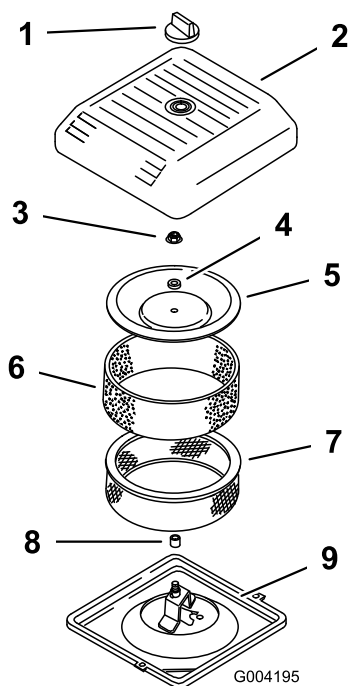

Figure 17
3. Dévissez le bouton et déposez le couvercle du filtre à air (Figure 17).
- Glissez délicatement le préfiltre en mousse hors de l'élément en papier (Figure 17).
- Dévissez l'écrou du couvercle et enlevez le couvercle, l'entretoise et l'élément en papier (Figure 17).
- Posez l'ensemble filtre à air sur sa base (Figure 17).
- Montez le couvercle, l'entretoise et fixez-les avec l'écrou du couvercle (Figure 17). Serrez l'écrou à 11 Nm (95 lb-po).
- Reposez le couvercle et fixez-le à l'aide du bouton (Figure 17).